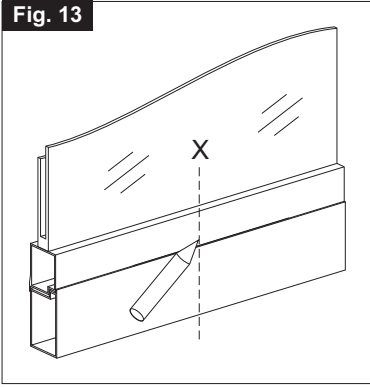

Fig. 14
- 3) **Abb. 14-** Die Schablone auf das Fenster auftragen, indem man die Schablone auf die vorher gezogene Mittellinie "X" zentriert;